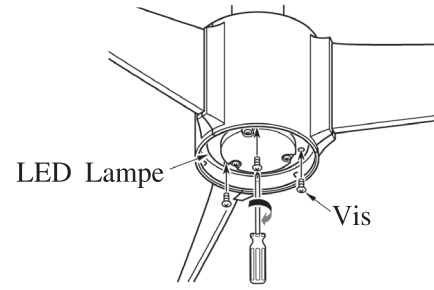

FIG.22
5. À l'aide des 3 vis précédemment retirées, serrez le kit d'éclairage. (Voir fig.22)